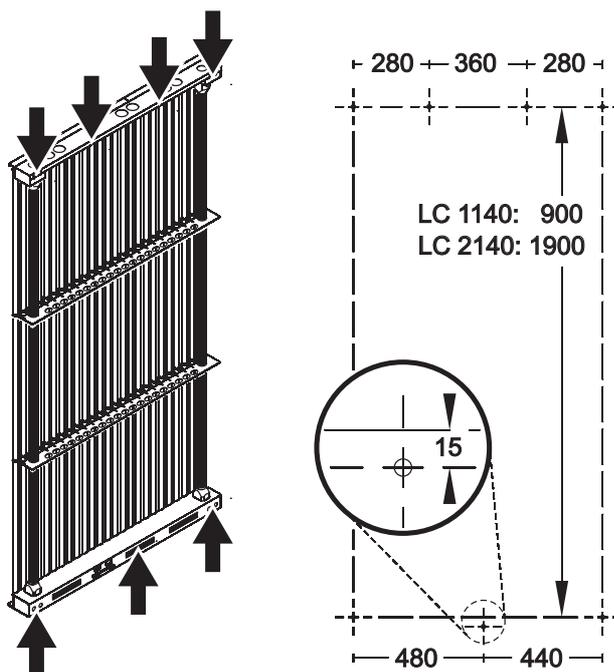

**Bild 5: Keine mechanische Überlastung der Module!**
2. Siehe Bild 5. Die tragende Struktur darf sich unter dem Gewicht der Module nicht verformen. Die Montage an einer Struktur, die nicht gerade ist, belastet die Module mechanisch. Beschädigungen, die durch mechanische Überlastung entstehen, sind nicht von der Produktgarantie gedeckt.